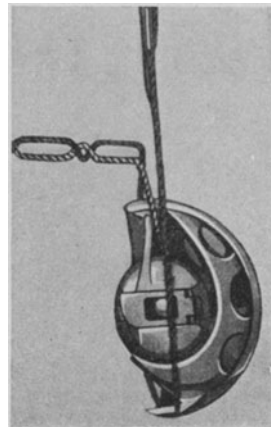

Abb. 16.
**Stichbildung:** Der Greiferhafen fängt die Oberfadenschlinge, zieht sie an seinem Ende in die Länge und führt sie um seinen ganzen Körper und um das Spulengehäuse (Abb. 16). Bei der